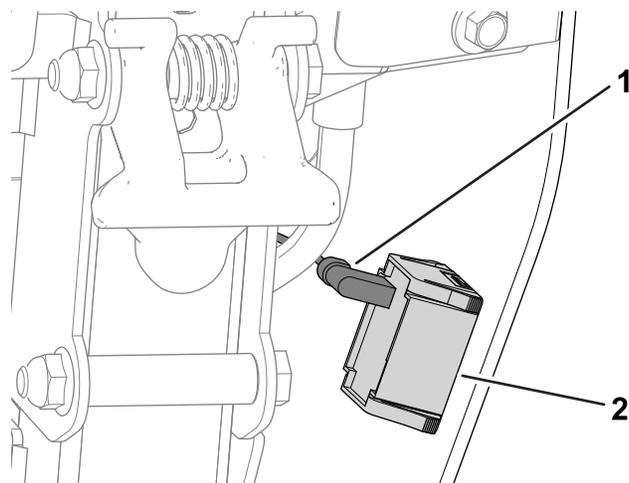

Figure 40
- A. Débranchez le connecteur du faisceau de câblage du compteur horaire (Figure 40).